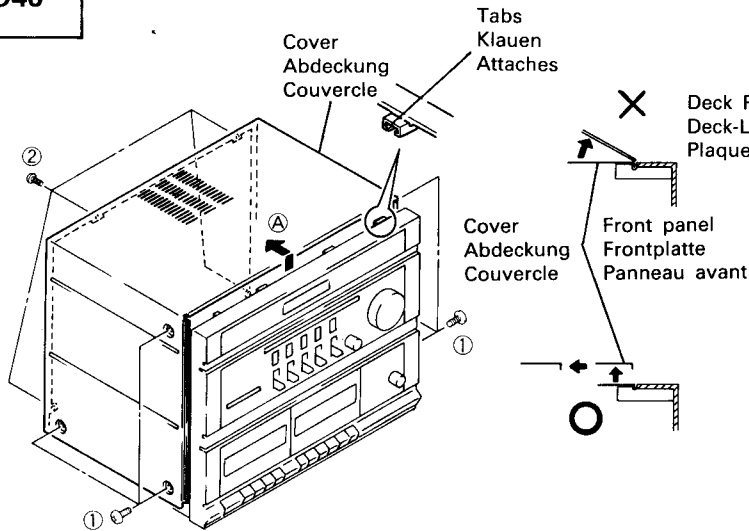

Fig. 1 Abb. 1
- Cover (Fig. 1)**
**DEMONTAGE****1. Abdeckung (Abb. 1)**
**DÉMONTAGE****1. Couvercle (Fig. 1)**